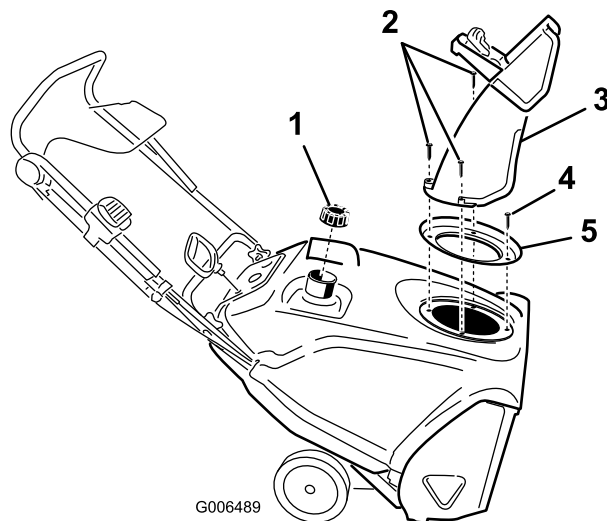

Figura25
3. Scoateți jgheabul de evacuare, mânerul jgheabului de evacuare și sigiliul jgheabului îndepărtând 3 șuruburi mari și 1 șurub mic (Figura25).